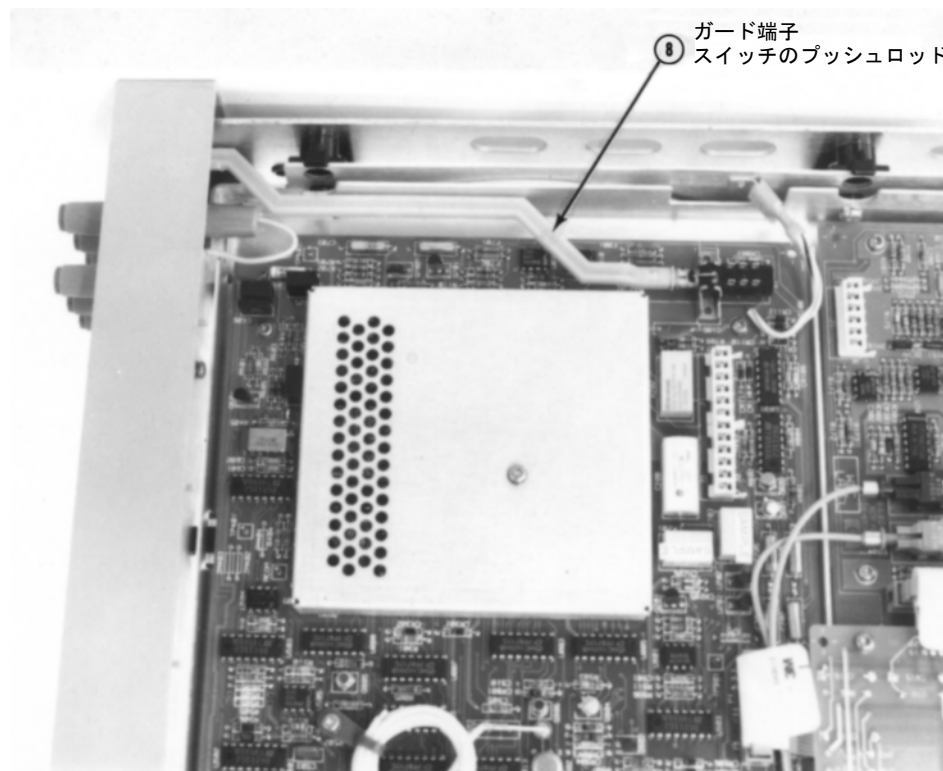

図40. ガード端子スイッチとプッシュロッド
2. 図40を参照してください。ガード端子スイッチのプッシュロッドを取り外します。外しにくいときは、小型のマイナス・ドライバでこじ開けて取り外してください。スイッチを必要な位置に合わせます。